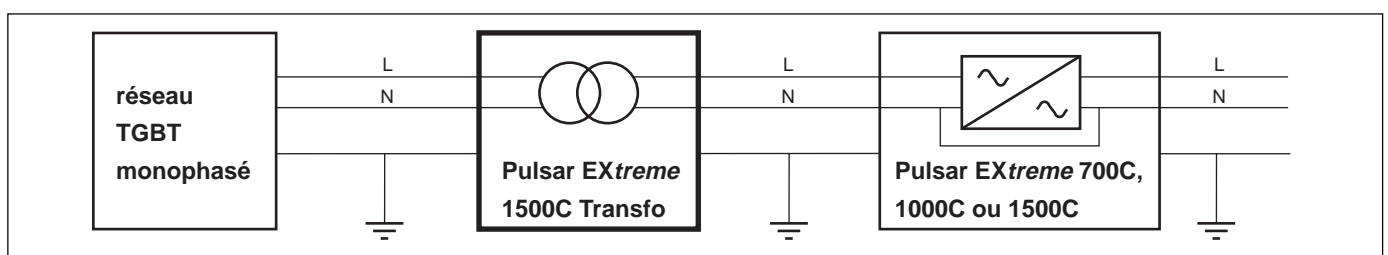

Figure 2
- ▶ **Pulsar EXtreme 1500C Transfo** est livré avec un régime de neutre isolé (IT). Assurez-vous que votre installation électrique est conforme aux normes en vigueur ;
- ▶ L'isolement galvanique est complet entre vos utilisations connectées à **Pulsar EXtreme 700C, 1000C ou 1500C** et votre réseau d'alimentation (voir figure 2). Ceci vous permet de :